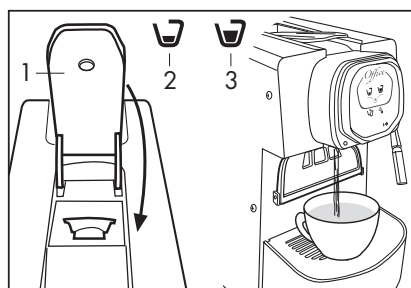

Fig. 9
**Prima di inserire la capsula alzare lentamente e completamente la leva di comando (1) posta sulla parte superiore della macchina allo scopo di espellere la cartuccia esausta. Per una corretta igiene e per mantenere alta la qualità del prodotto è consigliabile espellere la capsula subito dopo l'erogazione.**
- Richiudere completamente la leva (1), premere un simbolo erogazione (2-3) in base ai propri gusti premendolo nuovamente per arrestare l'erogazione quando si è raggiunta la quantità desiderata di caffè o bevanda (Fig. 9).
- Per estrarre la capsula alzare lentamente la leva (1). Se la capsula non viene espulsa ripetere l'operazione o premere il simbolo erogazione (2-3) e contemporaneamente alzare la leva (1).